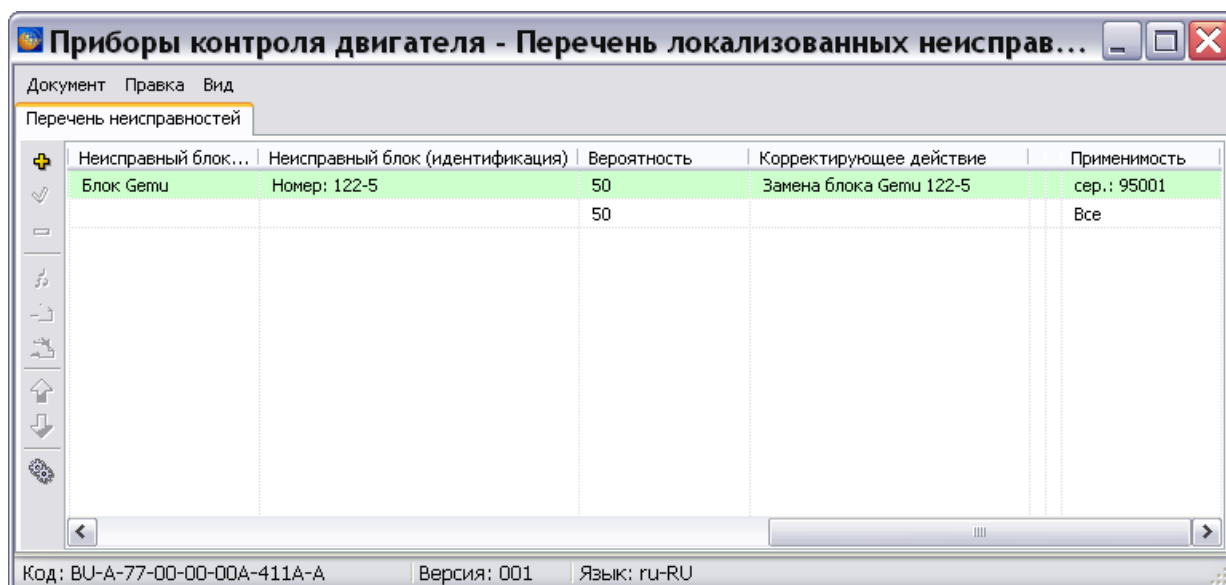

Рис. 22.90
8. Выделите созданную применяемость и нажмите на кнопку **Выбрать применяемость**. После этого произойдет переход в редактор модуля данных. В столбце «Применяемость» будет отображена созданная применяемость (Рис. 22.90).